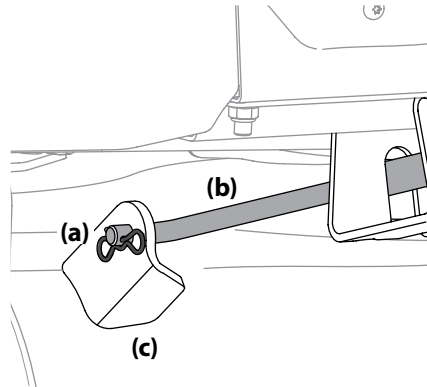

Figura 4-16
- Vuelva a instalar la varilla de elevación delantera de la plataforma y sujétela en su lugar con el pasador de chaveta. Consulte Figura 4-16.